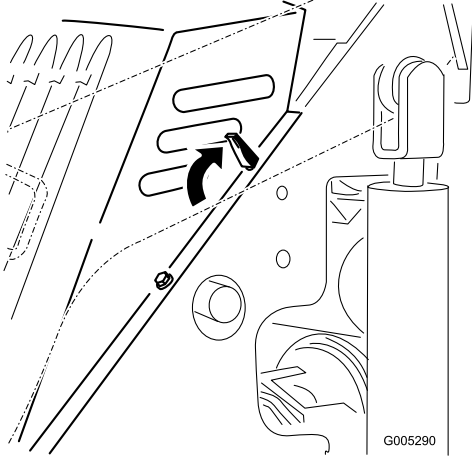

Bild 18
4. Lösen Sie die 4 Verriegelungslaschen (Bild 18).
1. Bringen Sie die Motorhaube auf den Maschinenrahmen und achten Sie darauf, dass die Bolzen der Haube in die Löcher im Rahmen eingeführt werden (Bild 18).
2. Sichern Sie die Motorhaube, indem Sie die Verriegelungslaschen nach vorn und unten drücken (Bild 18).